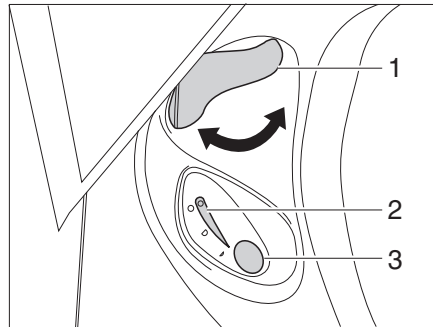

Fig. 274 Unité de commande des toilettes Thetford
- Avant d'actionner la chasse d'eau, ouvrir le curseur des toilettes Thetford. Tourner pour cela le levier du curseur (Fig. 274,1) dans le sens inverse des aiguilles d'une montre.
- Pour actionner la chasse d'eau, appuyer sur le bouton bleu (Fig. 274,3).
- Après avoir actionné la chasse d'eau, fermer le curseur. Tourner le levier du curseur (Fig. 274,1) dans le sens des aiguilles d'une montre.
Le voyant de contrôle (Fig. 274,2) s'allume lorsque la cassette Thetford doit être vidée.
- Tourner le levier du curseur (Fig. 274,1) dans le sens des aiguilles d'une montre. Le curseur se ferme. Pour la vidange il **faut** que le curseur des toilettes Thetford soit fermé.